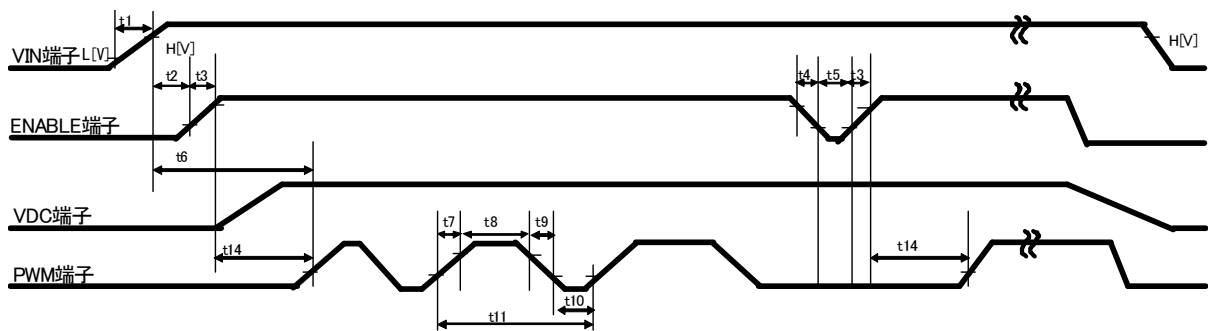

Figure 26. 入力タイミング (ソフトスタート後)
- ソフトスタート終了後は Figure 26.にしたがって PWM 信号を入力してください。